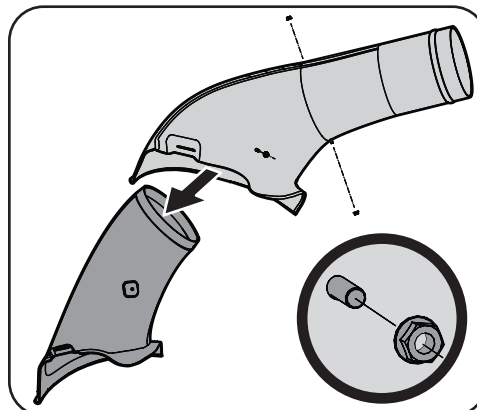

Figura 4-11
2. Si la plataforma de corte es de 46", tendrá que quitar el adaptador de arranque de la cubierta de 42" que está preinstalado en este kit. Quite 3 tuercas (712-0380) y 3 tornillos T30 (710-1193A) con la llave T30 incluida (727-05140). Deslice el adaptador de arranque desde el arranque. Vuelva a instalar 3 tuercas (712-0380) y 3 tornillos T30 (710-1193A), como se muestra en la Figura 4-11.